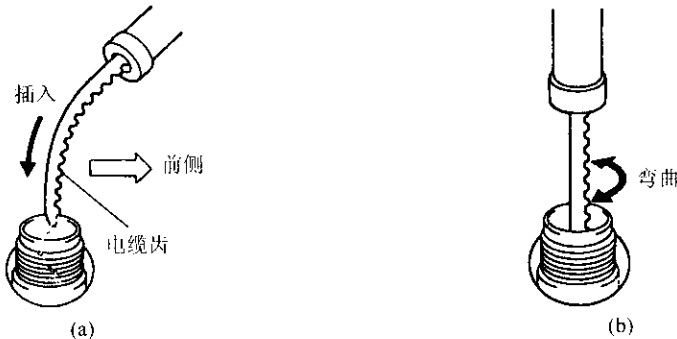

图 9-192 安装天线杆
(2) 通过点火开关转至 LOCK 位置, 转动天线, 缩回天线杆。
注: 如点火开关已在 LOCK 位置, 首先进行步骤 1 (3) 的操作, 然后将点火开关转至 ACC 位置。如电缆未被卷起, 进行缠绕, 如图 9-192 (b) 示。即使天线杆没有完全缩回, 也应安装天线螺母, 并检查天线杆的操作情况, 最后应完全缩回。
(3) 将天线开关推至 UP 或 DOWN, 检查天线杆的操作。